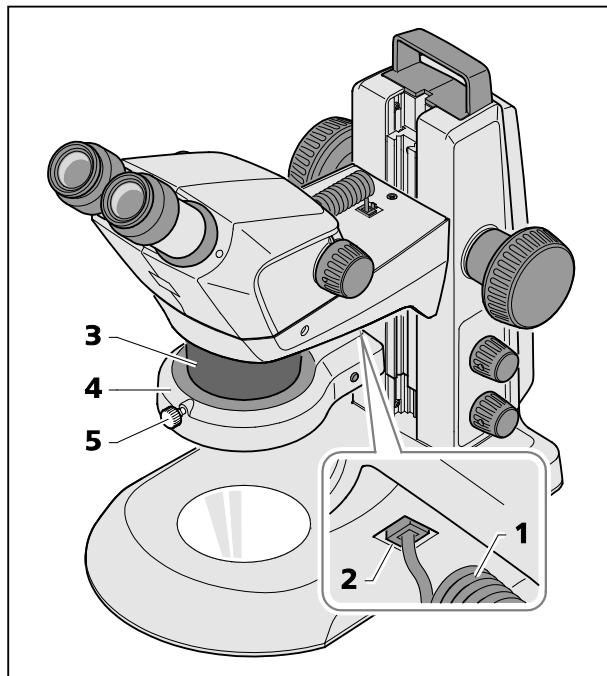
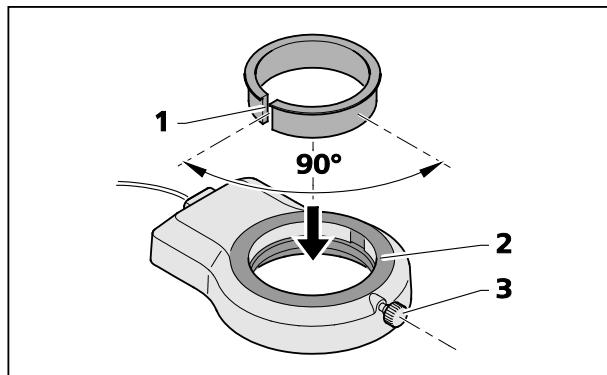

図 13 リングライトの顕微鏡本体への取り付け
図 14 リングライトの光学ヘッド 3への取り付け
- リングライト (図 13/4) の接続ケーブル (図 13/1) を Stemi キャリアの下側のソケット (図 13/2) とリングライトのソケットに差し込みます。
- リングライトを下側から顕微鏡本体 (図 13/3) に取り付け、ローレット付きボルト (図 13/5) で固定します。
- 光学ヘッドと同梱されていたスリットアダプターリング (図 14/1) を上からリングライト (図 14/2) に挿入します。
- 光学ヘッドのアダプターでリングライトを上へスライドさせ、固定ネジ (図 14/3) で固定します (図 13 と同様)。
アダプターの溝 (図 14/1) とリングライトの固定ネジ (図 14/3) が約 90° ずれている時、最も効果的に固定されます。